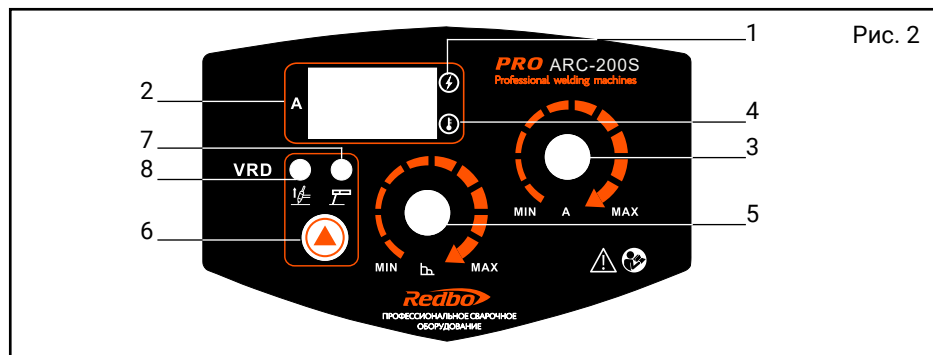

Рис. 2
1. панель управления (более подробное описание на рис. 2, стр. 8); 2. рукоятка для переключения инвертора; 3. разъем «-» для подключения силового кабеля с зажимом; 4. разъем «+» для подключения силового кабеля с электрододержателем; 5. шнур питания; 6. кнопка включения; 7. вентилятор охлаждения; 8. заземление; 9. вентиляционные отверстия.
7.3 После подключения сварочного инвертора к сети, для включения необходимо перевести выключатель (рис. 1, поз. 6) в положение «I», после чего должен загореться индикатор включения (рис. 2, поз. 1).
7.4 Установите необходимое значение сварочного тока. Ток сварки необходимо выбирать в зависимости от свариваемого материала и диаметра электрода. Регулировка производится при помощи рукоятки (рис. 2, поз. 3). Показания величины сварочного тока отображаются на информативном дисплее (рис. 2, поз. 2).
Функция **«Форсаж дуги» Arcforce** обеспечивает стабилизацию сварочной дуги в нестабильных условиях сварочного процесса и исключает возможность прожога при сваривании тонкого металла. Функция «Форсаж дуги» имеет настройку от 1 до 10 и настраивается ручкой регулировки (рис. 2, поз. 5) на дисплее отобразится текущее значение.